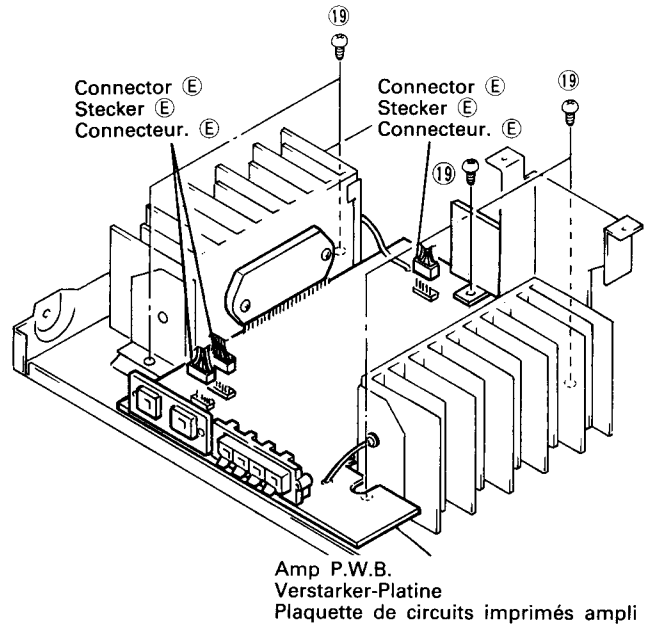

Fig. 18 Abb. 18
**19. Verstärker-Platine (Abb. 18)**
**19. Plaquette de circuits imprimés ampli (Fig. 18)**